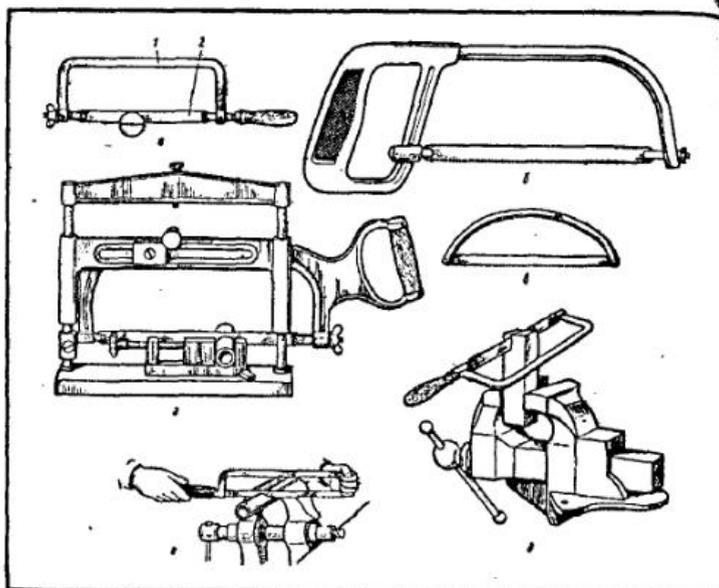

Рис. 25. Ножовки по металлу:
**Ножовка** (рис. 25) обычной конструкции состоит из рамки 1 и полотна 2. Рамку лучше приобретать с рукояткой, наклоненной к вертикали приблизительно под  $30^\circ$ . Тогда ладонь не будет скользить по рукоятке при работе. Полотна бывают длиной 250 и 300 мм при ширине 13 и 16 мм. Их делят еще по числу зубьев на 25 мм длины полотна для мягких металлов — полотна с 16 зубьями, для более твердых с 19 зубьями, для чугуна и инструментальной стали — с 22 зубьями.